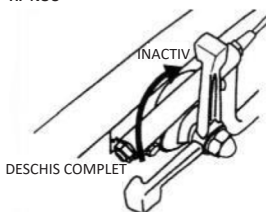

Fig.11
- Mutați rapid maneta de accelerație din poziția FULL OPEN (Deschis complet) în poziția IDLE (Ralanti) (Fig. 11) și lăsați motorul să funcționeze timp de trei minute la turație redusă. După ce motorul se răcește, rotiți comutatorul de pornire/oprire a motorului în poziția „STOP” (Fig. 6) până când motorul se oprește complet.